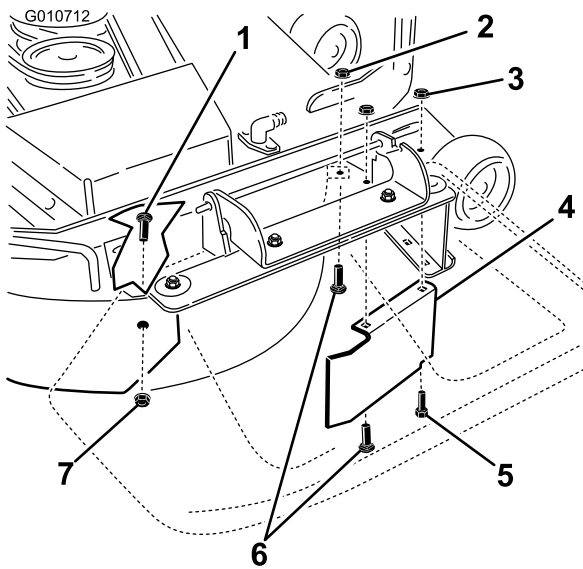

Figura 33
9. Rimuovete il bullone a testa tonda (5/16" x 3/4") e il dado di bloccaggio (5/16") che fissano il deflettore al lato posteriore del piatto di taglio (Figura 33).
14. Montate gli elementi di fissaggio rimossi in precedenza nei fori anteriori nella piastra di scarico e del foro anteriore del piatto di taglio (Figura 33).
10. Localizzate la protezione del deflettore davanti all'apertura di scarico laterale (Figura 33).
11. Rimuovete gli elementi di fissaggio che assicurano la protezione del deflettore e il deflettore destro al piatto di taglio (Figura 33).